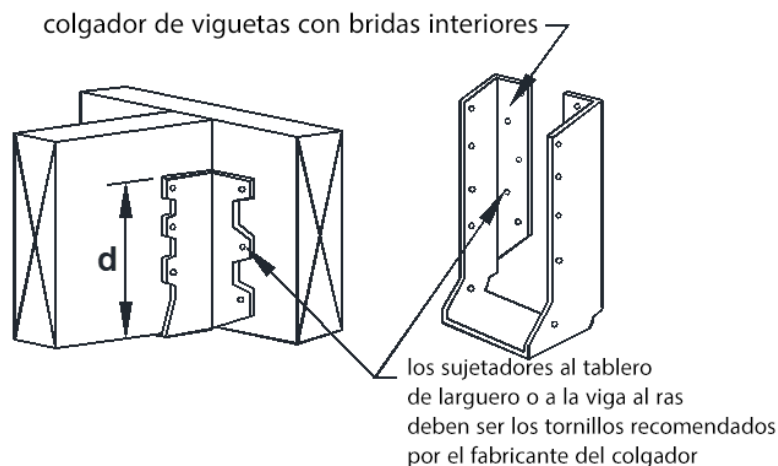

FIGURA 11: COLGADORES PARA VIGUETAS
- La profundidad del colgador de viguetas, **d**, como se muestra en FIGURA 11, debe ser mayor o igual al 60 por ciento de la profundidad de la viga.